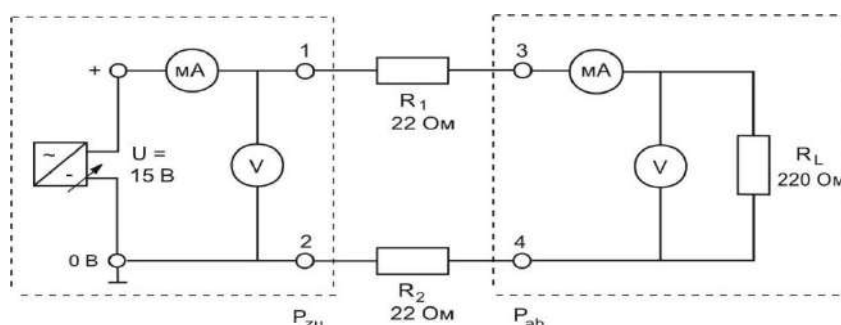

Рисунок 2- Коэффициент полезного действия электрической мощности
2. Собрать схему в соответствии с рис. 2. Два сопротивления R_1 и R_1 должны быть сбалансированы и должны быть нагружены на общую нагрузку.